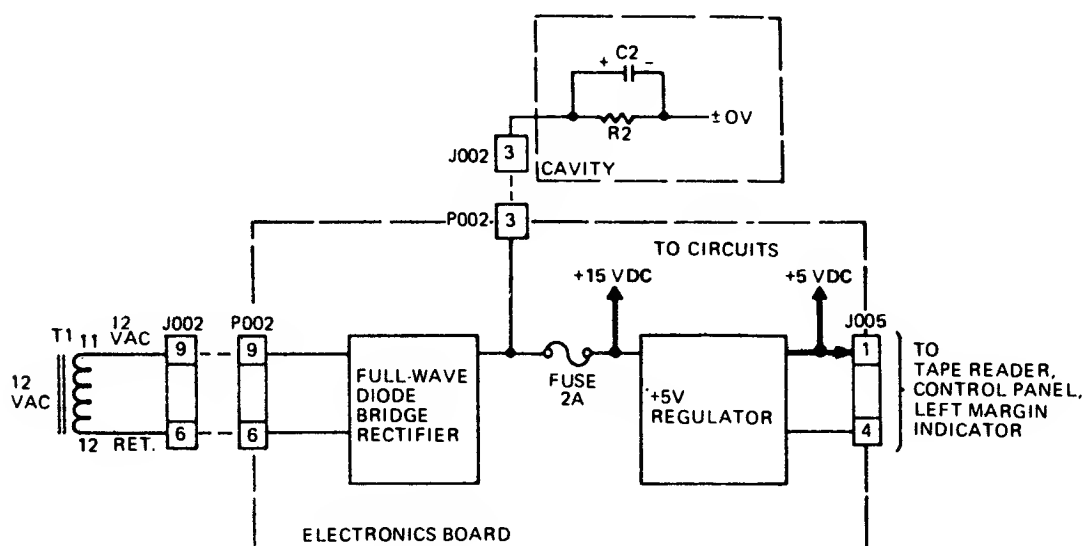

Figure 2-7. +5 VDC POWER SUPPLY
2.8.1 +5V REGULATOR (Figure 2-7)